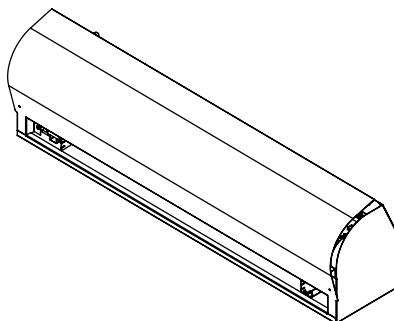

Рисунок 7
- Удерживая крышку за верхнюю часть, аккуратно вывести последнюю из зацепления с внутренними деталями завесы (см. рисунок 7, 8).